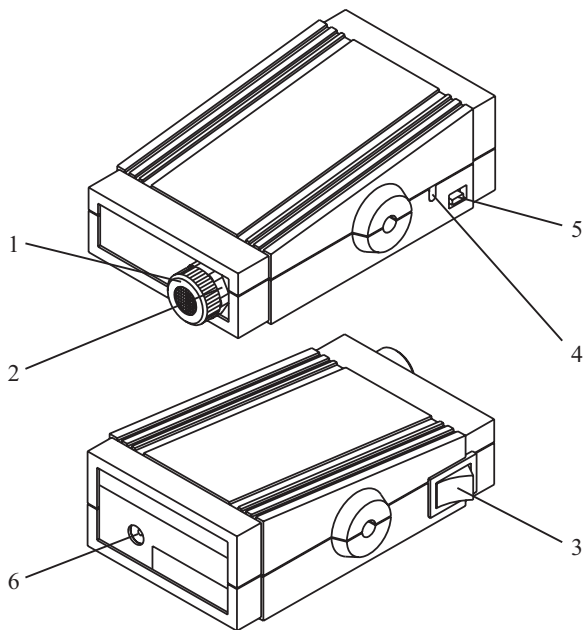

Рис. 1. Внешний вид прибора
5.2. Прибор выполнен в виде моноблочной конструкции (рис. 1). На меньшей торцевой стенке корпуса установлен датчик 2, снабженный защитным колпачком 1. На боковой стенке корпуса установлен выключатель питания 3. На другой боковой стенке размещен световой индикатор предельного разряда аккумуляторной батареи 5 и регулятор порога чувствительности 4. На большей торцевой стенке корпуса размещено гнездо 6 для подключения зарядного устройства.
7.1. Включение питания прибора осуществляется нажатием выключателя 3 (рис.1). Через 1...2 с будет слышен монотонный прерывистый звуковой сигнал, свидетельствующий о том, что прибор находится в рабочем состоянии и в окружающем воздухе метан (пропан-бутан) отсутствует или его концентрация ниже порога срабатывания (0,5 %об.). Если звуковой сигнал непрерывный и высокого тона - аккумуляторная батарея разряжена. Об этом же свидетельствует пульсирующее свечение индикатора предельного разряда 5. В этом случае, необходимо выключить прибор и зарядить аккумуляторную батарею (см. п.9).
Включают прибор и, после установления монотонного прерывистого сигнала, осуществляют подачу калибровочной смеси (0,5 %об.) с расходом 1...1,5 л/мин. При этом характер звучания должен изменяться (повышается тональность и частота следования импульсов). Если этого не произошло, необходимо установить порог чувствительности регулятором 4 (рис.1).
9.4. *Работа с ЗУ.* ЗУ подключается к сети переменного тока 220В. Кабель 3 с помощью разъема подключается к гнезду 6 (рис.1) прибора *ЛЮКС ТМ-1*, после чего загорается светодиод 4.